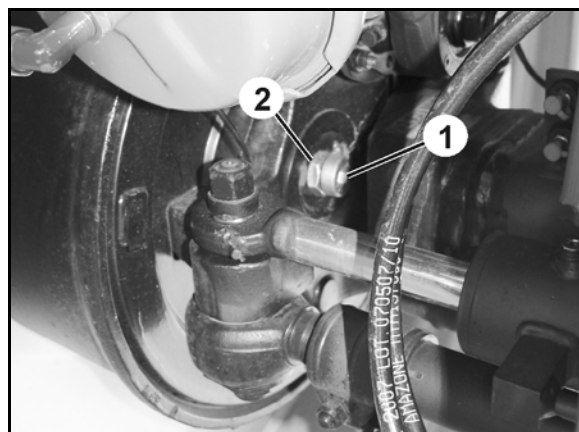

图 44
可以自动精确捕捉轨迹的 AutoTrail 随动控制器会采集牵引杆 (图 44/1)
1. 将角度探测杆 (图 44/2) 插入塑料衬套 (图 44/3)。
2. 将转角传感器 (图 44/4) 插入插口 (图 44/5)。